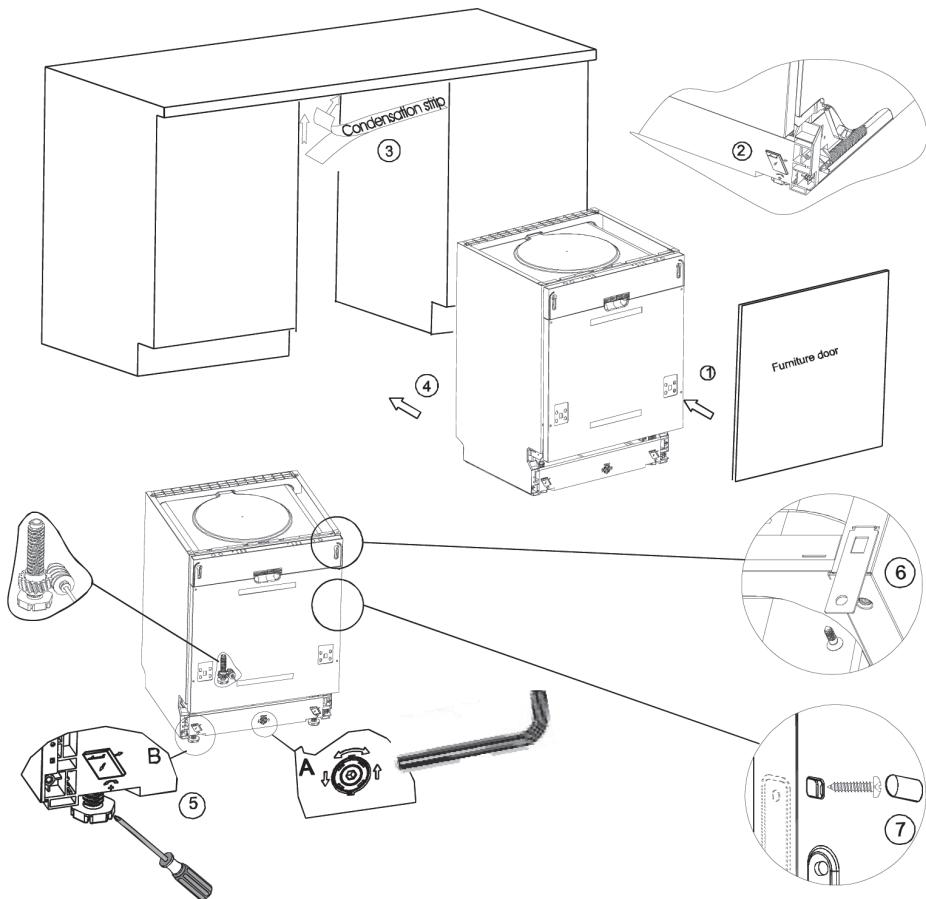

Рис. 7. Последовательность установки посудомоечной машины
1. Используя скобы, прикрепите декоративную дверцу от вашей мебели к дверце машины (см. п. 1 на рис. 7).
2. Отрегулируйте натяжение пружин дверцы при помощи торцевого ключа, поворачивая его по часовой стрелке для натяжения пружины и против часовой стрелки для того, чтобы ослабить пружины дверцы. Невыполнение данной операции может привести к повреждению посудомоечной машины (см. п. 2 на рис. 7).
6. Поместите посудомоечную машину на направляющие (см. п. 4 на рис. 7).
9. Выровняйте машину. Задние ножки можно регулировать винтами, расположенными спереди (см. п. 6а на рис. 7). С помощью ключа отрегулируйте передние ножки (см.п. 6в на рис. 7).
A. Если у Вас столешница из дерева или ДСП, прикрутите машину к ней шурупами по дереву, будьте осторожны, вес машины может вырвать шурупы из дерева (см. п. 7 на рис. 7).
B. Если у Вас мраморная или гранитная столешница используйте скобы, чтобы прикрепить машину к стенам соседней мебели, при этом необходимо закрыть винты резиновыми шляпками, чтобы не повредить столешницу (см. п. 8 на рис. 7).
2. Машина разработана так, чтобы пользователь мог регулировать ножки, используя винты в передней части (см. рис. 7).